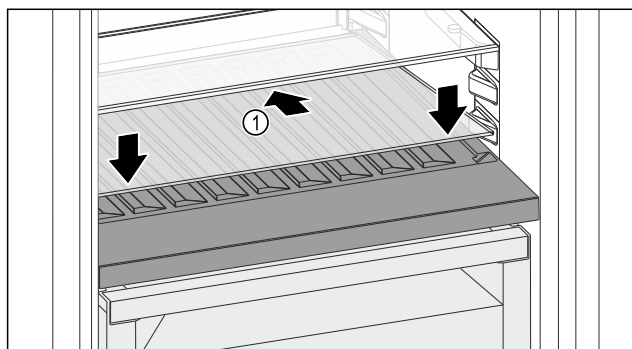

Fig. 168
- Skleněnou desku Fig. 168 (1) zasuňte šikmo a skloněnou dozadu dolů.
- Skleněnou desku Fig. 168 (1) vpředu spusťte dolů.